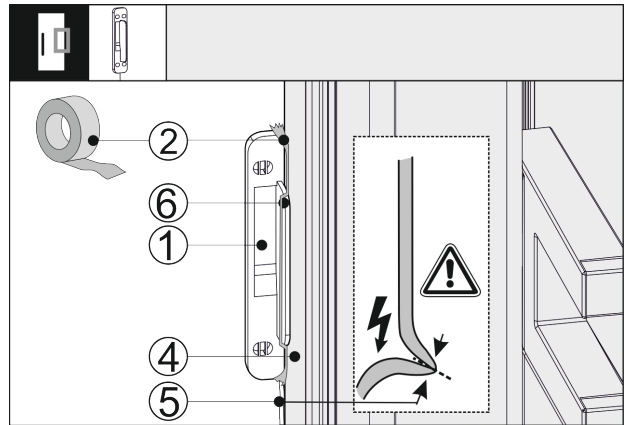

Fig. 41
- Vendosni sensorin e trokitjes Fig. 41 (1) anash në derën e pajisjes Fig. 41 (4), në mënyrë të tillë që ndaluesi Fig. 41 (6) të mbështetet në derën e pajisjes Fig. 41 (4). Kablloja e sensorit Fig. 41 (5) është paksa e tendosur dhe mbështetet gjithashtu në derën e pajisjes Fig. 41 (4).
- Fiksni sensorin e trokitjes Fig. 41 (1) me shiritin ngjitës Fig. 41 (2). Sensori i trokitjes mbërthehet më pas me vida me kanatin e mobilies.